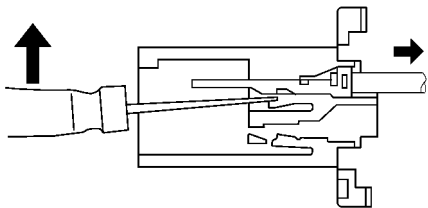

图 18-68 用螺钉旋具向下撬接线片
2) 用小螺钉旋具从开口端插入锁紧的接线片和端子之间，并再用螺钉旋具向下撬接线片，并从后侧拉出端子，如图 18-68 所示。